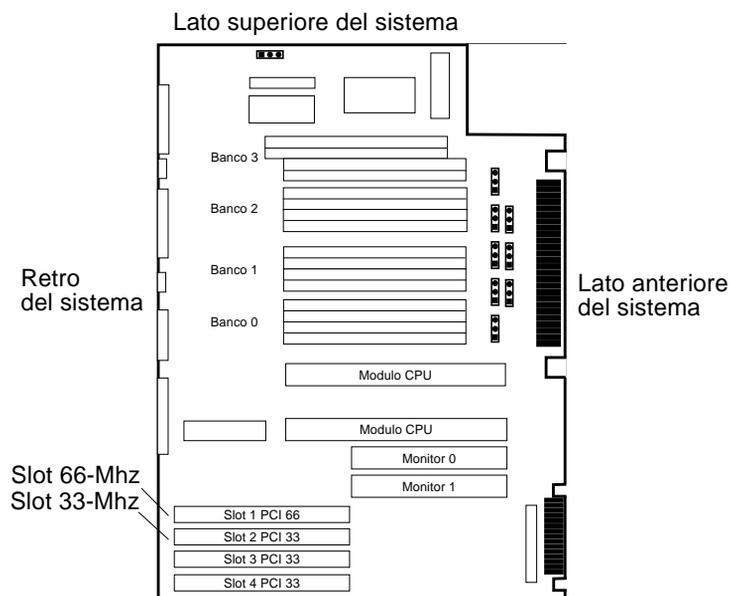

FIGURA 2-1 Posizione dei connettori PCI Ultra 60 da 66-Mhz e 33-Mhz
- FIGURA 2-1 Posizione dei connettori PCI Ultra 60 da 66-Mhz e 33-Mhz 4
3. Individuare i connettori PCI Ultra 60 da 66-Mhz e 33-Mhz (FIGURA 2-1).